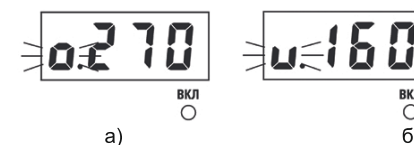

Рис. 2 - Индикация ошибок
3.1. При подаче напряжения на прибор, цифровой индикатор будет отображать обратный отсчет до включения. Если напряжение в сети находится в установленном диапазоне, через 10 секунд (значение по умолчанию) произойдет включение нагрузки и загорится зеленый индикатор «ВКЛ». Если напряжение не в установленном диапазоне, нагрузка к сети не подключится до тех пор, пока напряжение не придет в норму. При этом, если напряжение находится выше установленного верхнего предела, мигает «о» (Рис. 2а), если напряжение ниже установленного нижнего предела, мигает «u» (Рис. 2б).